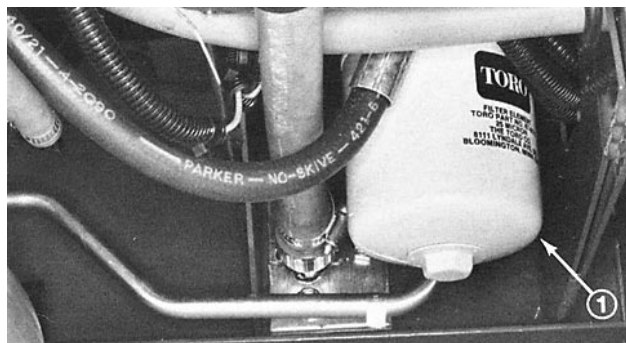

Fig. 25
4. Afmonter oliefilteret (Fig. 25), der er monteret under kontrolpanelets nederste del og kassér filteret. Rens filterets monteringsflade grundigt, og sørg for at montere en ny pakning i det nye filter.